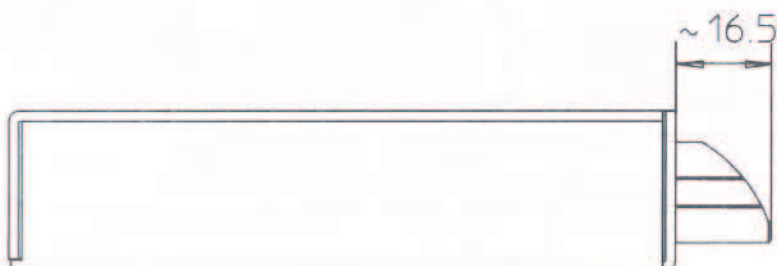

fig. 3
- Per definire la corretta posizione della serratura sulla porta (vedi punto seguente) occorre tenere conto che normalmente le sporgenze dello scrocco e del pistone di ricarica rispetto al bordo della serratura sono 16.5 mm. (fig. 3).